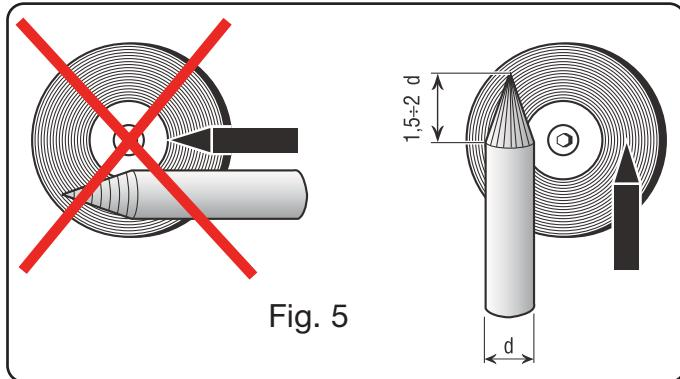

Fig. 5
Une attention particulière doit être prêtée à la préparation de la pointe de l'électrode. La meuler de façon à ce qu'elle présente des rayures verticales, comme indiqué dans la fig. 5.
- Meuler l'extrémité de l'électrode de tungstène en forme conique pour une longueur de 1,5 à 2 fois le diamètre de l'électrode. (fig. 5)